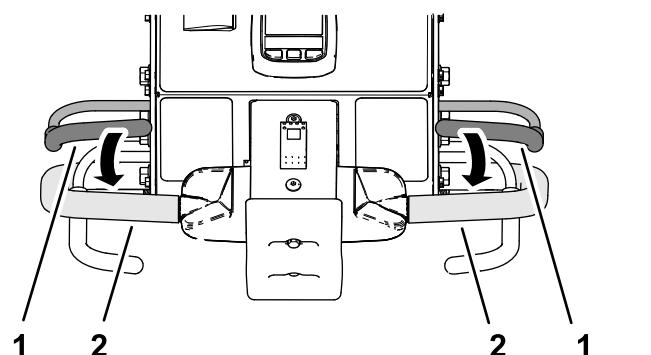

Bild 100
3. Fassen Sie den linken oder rechten Lenker und den Schaltbügel (Bild 100), und drücken Sie den Schaltbügel an den Lenker.